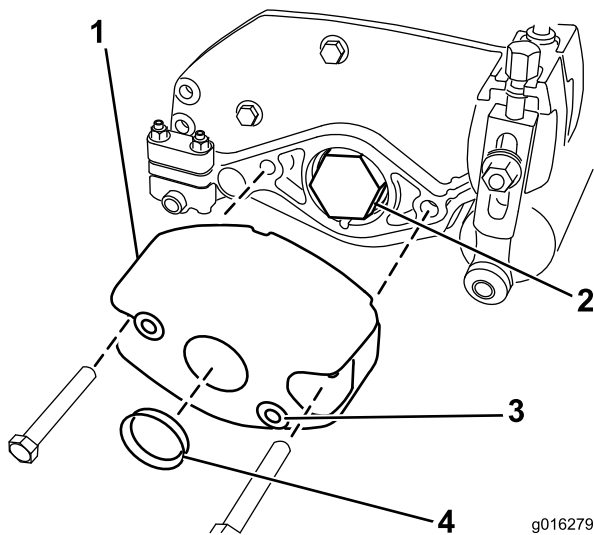

Figura 3
2. Retire las fijaciones y el contrapeso del extremo de la unidad de corte; consulte Figura 3. Empujando desde dentro, retire el tapón del orificio grande del centro del contrapeso.
5. Vuelva a montar el contrapeso en la unidad de corte con las fijaciones que retiró anteriormente; consulte Figura 3.